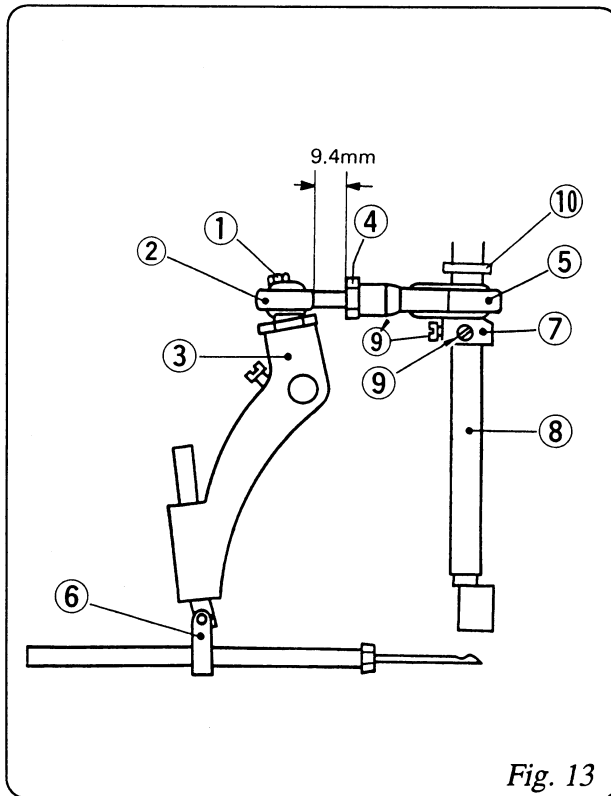

Fig. 13
Wenn es notwendig ist, die Gelenkverbindungsstange (2) auszuwechseln oder neu einzustellen, beachten Sie bitte Fig. 13. Entfernen Sie die Befestigungsschraube (1) und lösen die Gelenkverbindungsstange (2) vom Nadelstangenheber (3). Nach dem Lösen der Mutter (4), muß der Abstand zwischen (5) und (2) genau eingestellt werden, so daß die Nadelstange sich in der Mitte zwischen der oberen und der unteren Buchse bewegt. Die Bewegung selbst beträgt 37 mm. Um den Exzenter (7) auf der Hauptwelle (8) zu befestigen muß erst die Schraube (9), dann die Schraube (9') angezogen werden. (Exzenter sollte dann mit der Scheibe (10) leicht in Berührung kommen.) Die Nadel ist richtig eingestellt, wenn die Entfernung zwischen Nadelspitze (in höchster Stellung) und der Stichplatte 13 mm beträgt. Die Einstellung erfolgt durch Anziehen der Schraube (6).